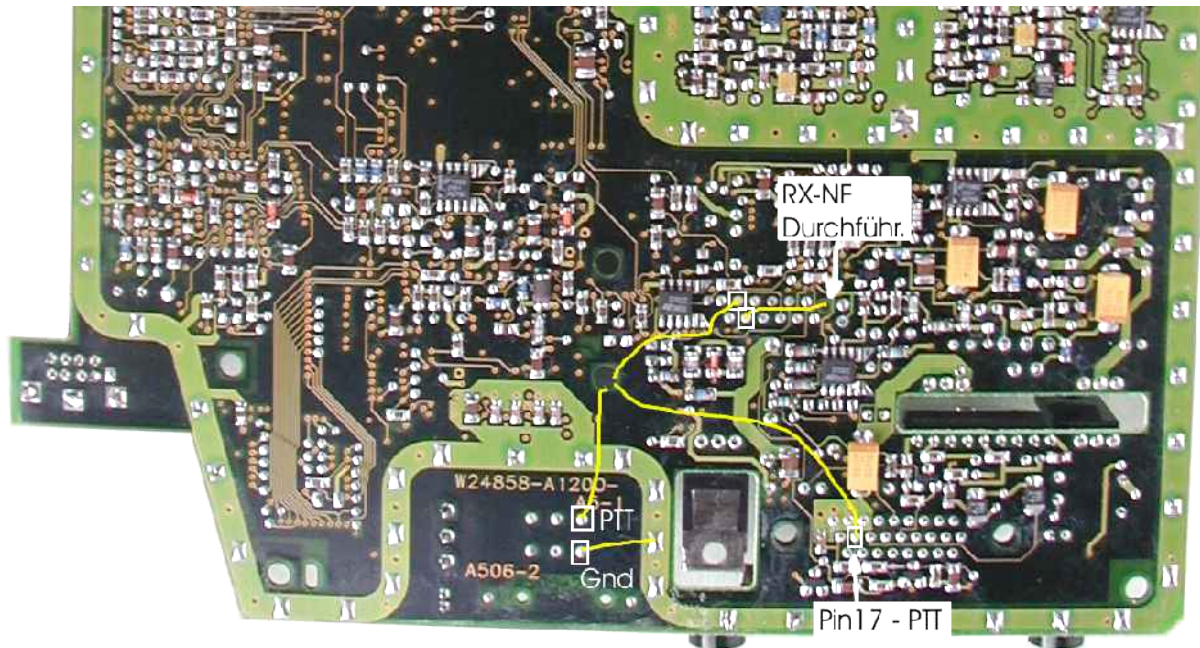

Abbildung 2 Unterseite des C5 (Anschluss PTT und TAE-Buchse)
**Mit TAE-Buchse:** Der Fädeldraht wird durch das Führungsloch des Platinenverbinders gesteckt. Auf der Unterseite der C5-Platine lötet man ihn an den zweiten unteren Pin (verb. TAE Pin1, siehe»Abbildung 2«) an.